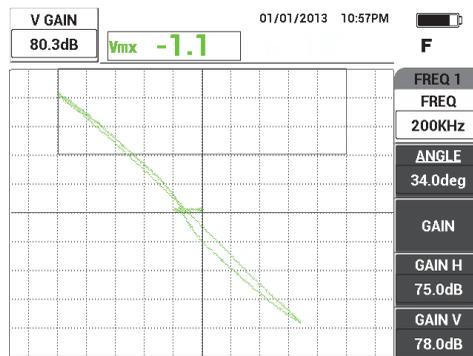

Figure 5-58 Signaux s'étendant verticalement sur l'écran
- Appuyez trois fois sur la touche GAIN (dB) pour accéder au paramètre GAIN V, et puis augmentez le gain vertical à l'aide de la molette de réglage jusqu'à ce que les signaux atteignent environ 80 % de la hauteur de l'écran (voir la Figure 5-58 à la page 182).